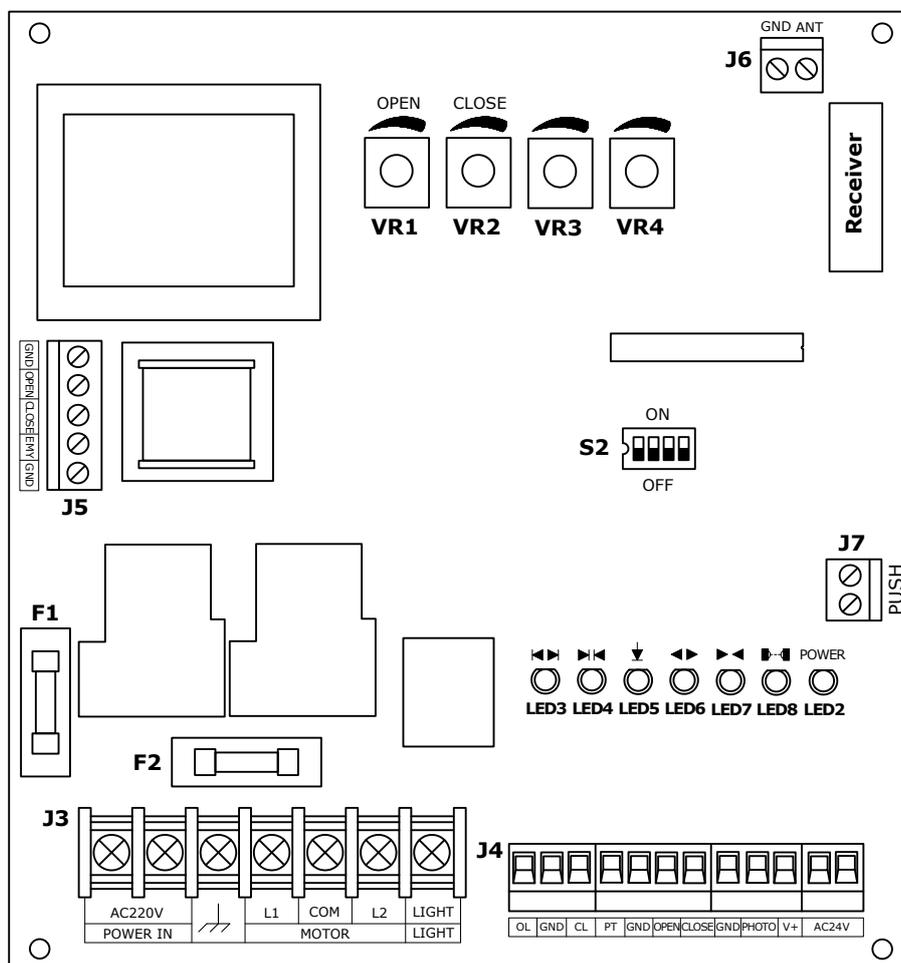

Рис. 6. Электронный модуль блока управления DGT-C06
Электронный модуль блока управления DGT-C06 (Рис. 6) осуществляет управление работой всех подключенных к нему электрических компонентов.
- Ослабьте гайку. Соблюдая определенное ранее направление, вращайте отверткой винт, помеченный меткой, пока желтый кулачек не повернется до срабатывания выключателя (толкатель выключателя нажат). На модуле блока управления светодиод LED4 гаснет (Рис. 6). Зажмите гайку.
- Ослабьте гайку. Соблюдая направление, вращайте отверткой винт, не помеченный меткой, пока зеленый кулачек не повернется до срабатывания выключателя (толкатель выключателя нажат). На модуле блока управления светодиод LED3 гаснет (Рис. 6). Зажмите гайку.
Настройка параметров работы привода осуществляется с помощью DIP-переключателя S2 (Рис. 6) и потенциометров VR1...VR4 модуля блока управления.
Для записи пульта нажмите кнопку LEARN радиоприемника Receiver (Рис. 6) модуля блока управления, индикатор LEARN радиоприемника загорится. Затем пока горит индикатор LEARN (~5сек) нажмите выбранную для управления приводом кнопку пульта, индикатор LEARN моргнет несколько раз и погаснет, что означает запись кода пульта в память радиоприемника модуля блока управления.
Перед началом программирования пультов убедитесь, что в блоке управления приводом установлен модуль приемника радиуправления «Receiver» (Рис. 6).